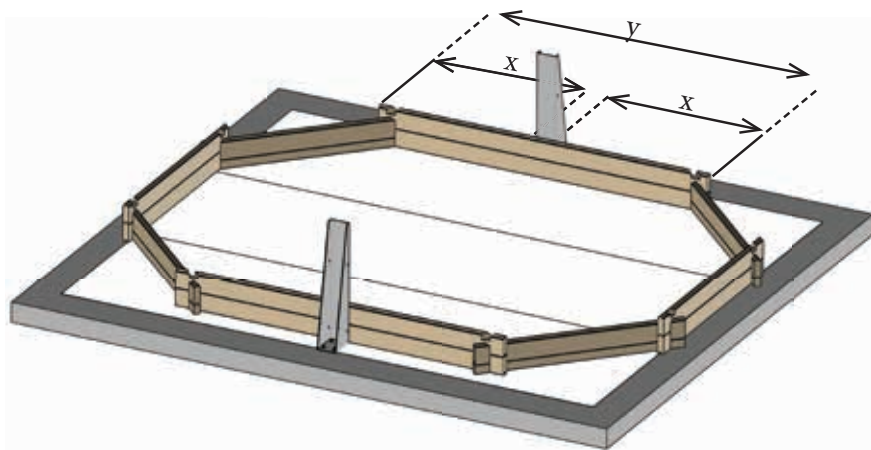

Fig. 4 / Abb. 4 / Afb. 4
- EN LAYOUT OF THE COLUMNS:** •Position the columns at the centre of the lateral of your pool, supported against the boards (figure 4). Tighten the columns well around the entire layer of boards. •Vertically drill the layer using a drill with a \varnothing 10mm bit for concrete, and using the column as a guide. The depth of the hole should be at least 100mm to guarantee good fixing. •Place the fixing bolts (with washers and nuts) into the holes and fix them with the help of a hammer. COMPLETELY hammer in the fixing bolts (only the head should be visible). •Tighten crosswise the 4 nuts.
- FR POSITIONNEMENT DES SABOTS :** •Placez les sabots au centre des grands pans de votre bassin, en appui contre les madriers (figure 4). Plaquez bien les sabots le long des rangées de madriers. •Percez bien verticalement la chape à l'aide d'un perforateur équipé d'un foret béton \varnothing 10 mm, en utilisant le sabot comme gabarit. La profondeur du perçage doit être au minimum de 100 mm pour garantir une bonne fixation. •Placez les gougeons d'ancrage (avec rondelles et écrous) dans les trous et frappez-les à l'aide d'un marteau. Enfoncez ENTIEREMENT les gougeons d'ancrage (seule la tête doit rester visible). •Serrez fermement en croix les 4 écrous.
- DE ANORDNUNG DER ANSCHLAGWINKEL:** •Platzieren Sie die Anschlagwinkel in der Mitte der langen Seiten des Pools, gegen die Bretter gestützt (Abb. 4). Furnieren Sie die Anschlagwinkel gut entlang der Bretterreihen. •Durchbohren Sie die Schicht vertikal mit Hilfe einer Bohrmaschine und einem Betonbohrer mit 10 mm \varnothing , wobei der Anschlagwinkel als Muster dient. Die Tiefe der Bohrung muss mindestens 100 mm betragen, um eine gute Befestigung zu garantieren. •Platzieren Sie die Befestigungsstifte (mit Unterlegscheiben und Schrauben) in den Öffnungen und schlagen Sie mit einem Hammer darauf. Hämmern Sie die Befestigungsstifte GANZ ein (nur der Kopf darf noch sichtbar sein). •Ziehen Sie die 4 Schrauben kreuzweise fest.
NL PLAATSING VAN DE METALEN STEUNBALKEN: •Plaats de metalen steunbalken in het midden van de zijkant de uw zwembad, steunend tegen de planken (afbeelding 4). Schroef de metalen steunbalken stevig vast tegen de plankenrijen. •Boor perfect vertikaal gaten in de betonplaat met behulp van een boormachine voorzien van een boor voor beton van Ø 10 mm, gebruik de metalen steunbalk als patroon. De diepte van het boorgat moet tenminste 100 mm bedragen om een goede fixatie te garanderen. •Plaats de ankerbouten (met ringen en moeren) in de gaten en sla ze vast met behulp van een hamer. De ankerbouten **VOLLEDIG** vastdraaien (alleen de kop mag te zien zijn). •Draai de 4 moeren kruislings stevig vast.